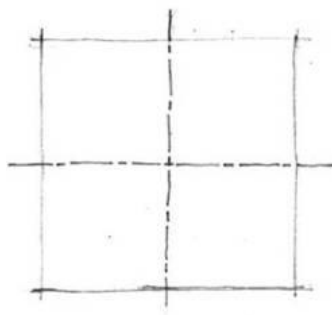

Figura V-7. Trazado de circunferencia grande paso 1
**Paso 1:** Se dibuja el cuadrado que va a contener la circunferencia y sus ejes principales como se muestra en figura V-7.